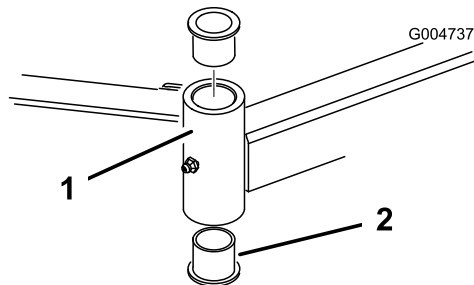

Рисунок 21
- Вставьте выколотку сверху или снизу монтажной трубы и выбейте втулку из трубы (Рисунок 21). Выбейте также из трубы другую втулку. Очистите от грязи внутреннюю поверхность трубы.